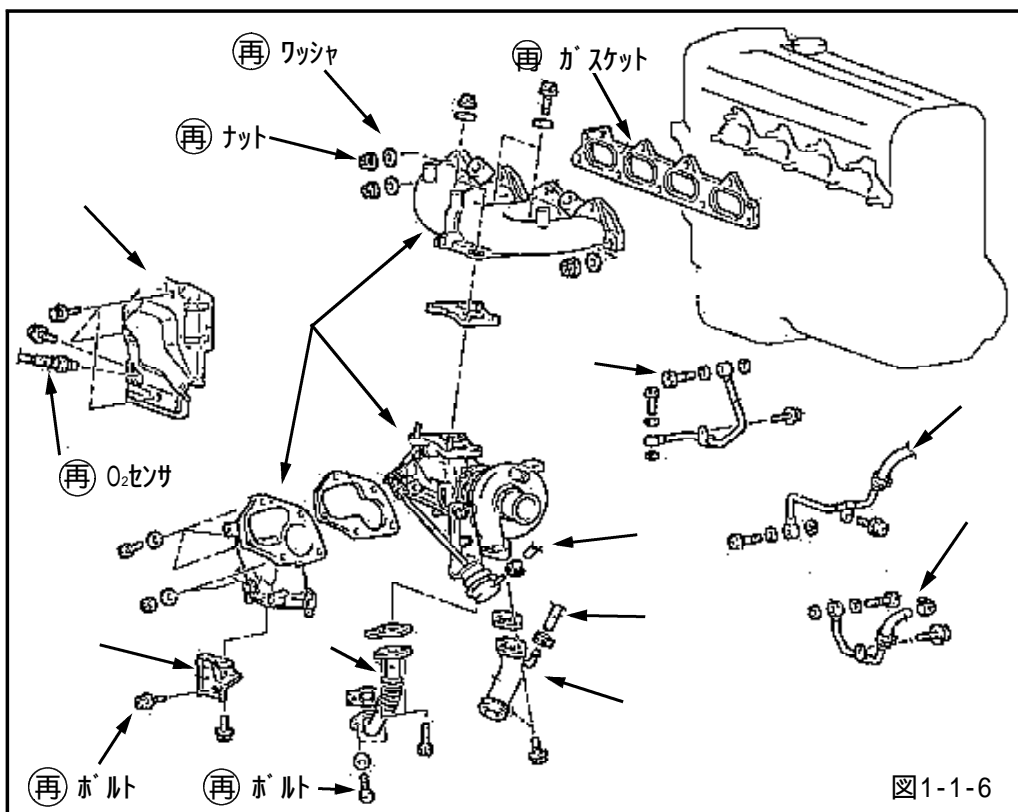

図1-1-6
(9) ~ を取外してください。(図1-1-6)
- (4) 図1-1-6でオイルパンから を取外した箇所にオイルリターンパイプを取付けてください。